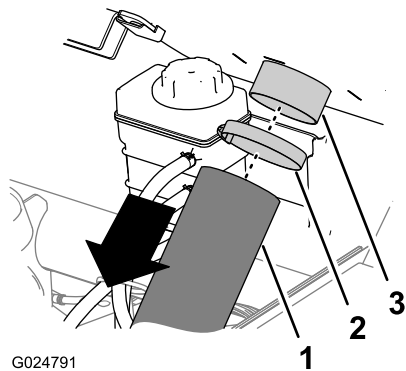

Figura 10
1. Retire a braçadeira de tubos que prende a conduta de arrefecimento da CVT à flange da entrada da CVT, na parte posterior do painel do ROPS do lado do passageiro (Figura 10).
2. Retire a conduta de arrefecimento da CVT da flange da entrada da CVT (Figura 10).